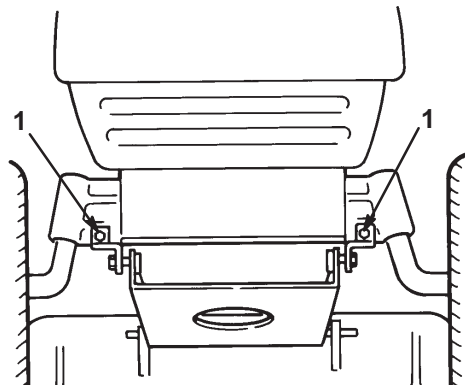

Bild 39
11. Montieren Sie die Mähwerkschwenkhalterungen mit Schrauben und Sicherungsmuttern an der Vorderachse (Bild 39).